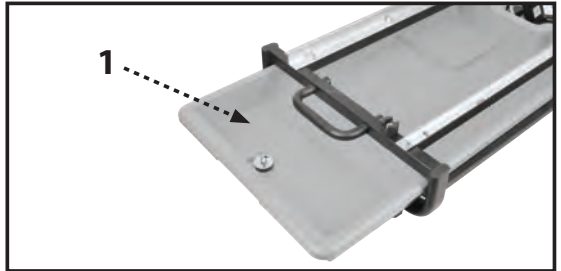

FIGURA 5
- (Consulte la Figura 5) Inserte la bandeja de agua (1) deslizándola en el marco como se muestra. El labio de la bandeja deberá descansar sobre la parte superior de los rieles de izquierda y derecha del marco principal.